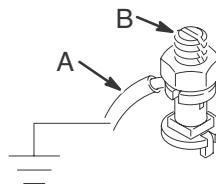

Рис. 1
Для заземления мешалки подключите один конец провода заземления (A) к разъему заземления (B) мешалки. См. Рис.1. Подключите второй конец провода заземления к реальному заземлению.